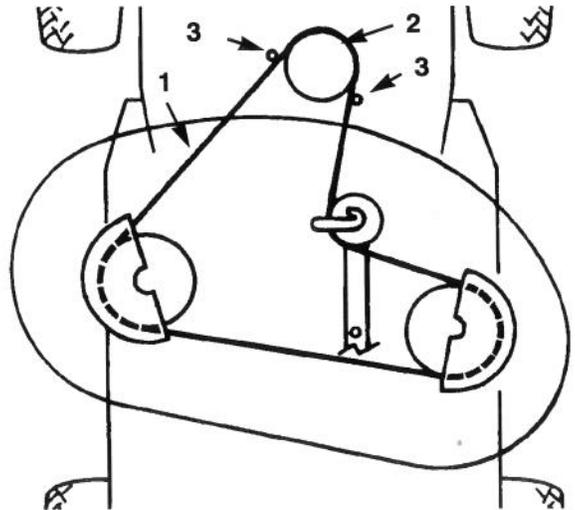

Figure 42
- 13. Déposer la courroie de la poulie inférieure du moteur de la tondeuse (Fig. 42). La courroie peut être déposée en écartant avec précaution le(s) guide(s) de la poulie. Si cela est trop difficile, desserrer les boulons et les écrous de fixation des guides de la courroie.
4. Poser la courroie de la tondeuse sur la poulie inférieure du moteur (Fig. 42). La courroie peut être posée en écartant avec précaution le(s) guide(s) de la poulie. Si cela est trop difficile, desserrer les boulons et les écrous de fixation des guides de la courroie.